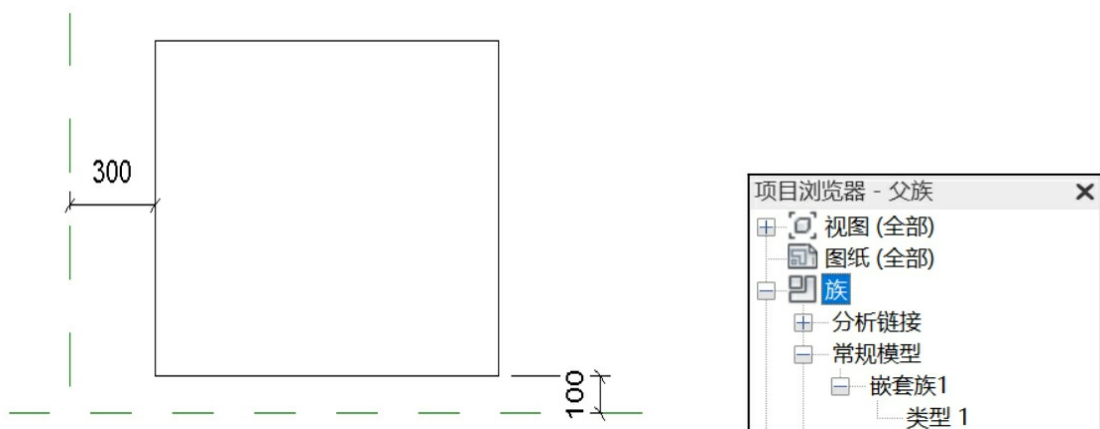

图7-93
(5) 在“父族.rfa”的项目浏览器中出现一个族名为“嵌套族1”，类型为“类型1”的嵌套族。单击“类型1”，然后拖到绘图区域，如图7-93所示。